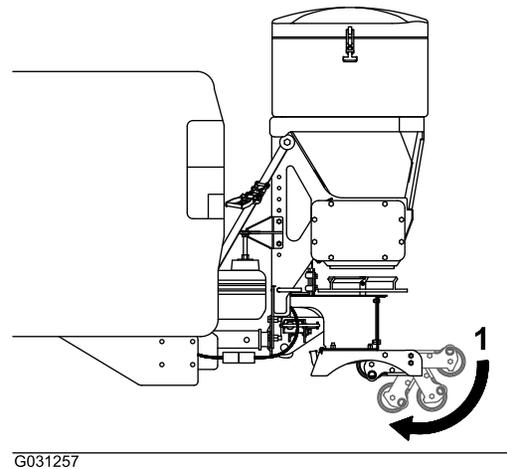

Figure 12
11. Mettez le pied sur les roues du pied pour les faire pivoter et les ranger sous le pied (Figure 12).